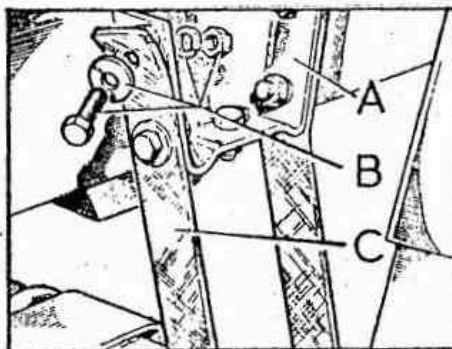

Fig. E -20 Correa de sujeción del eje (Modelo 88)
- 1.1. Retirar las correas de sujeción, soltando los tornillos, arandelas y tuercas, B (Fig. E -20).